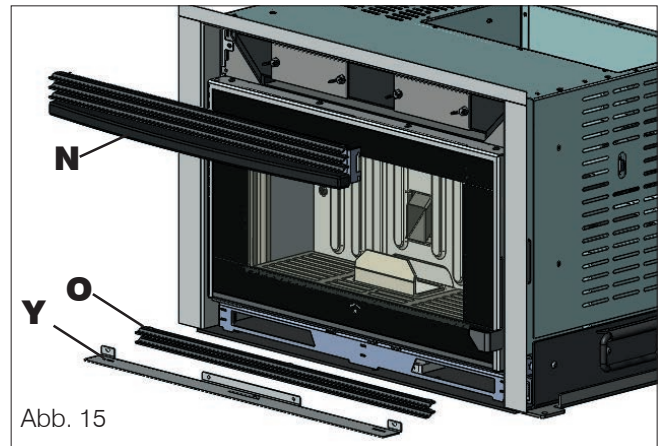

Abb. 15
- Das obere eingerastete Gitter entfernen (**N** - Abb. 15), sowie das untere Gitter (**O** - Abb. 15) und das flache Metallprofil (**Y** - Abb. 15) abschrauben.